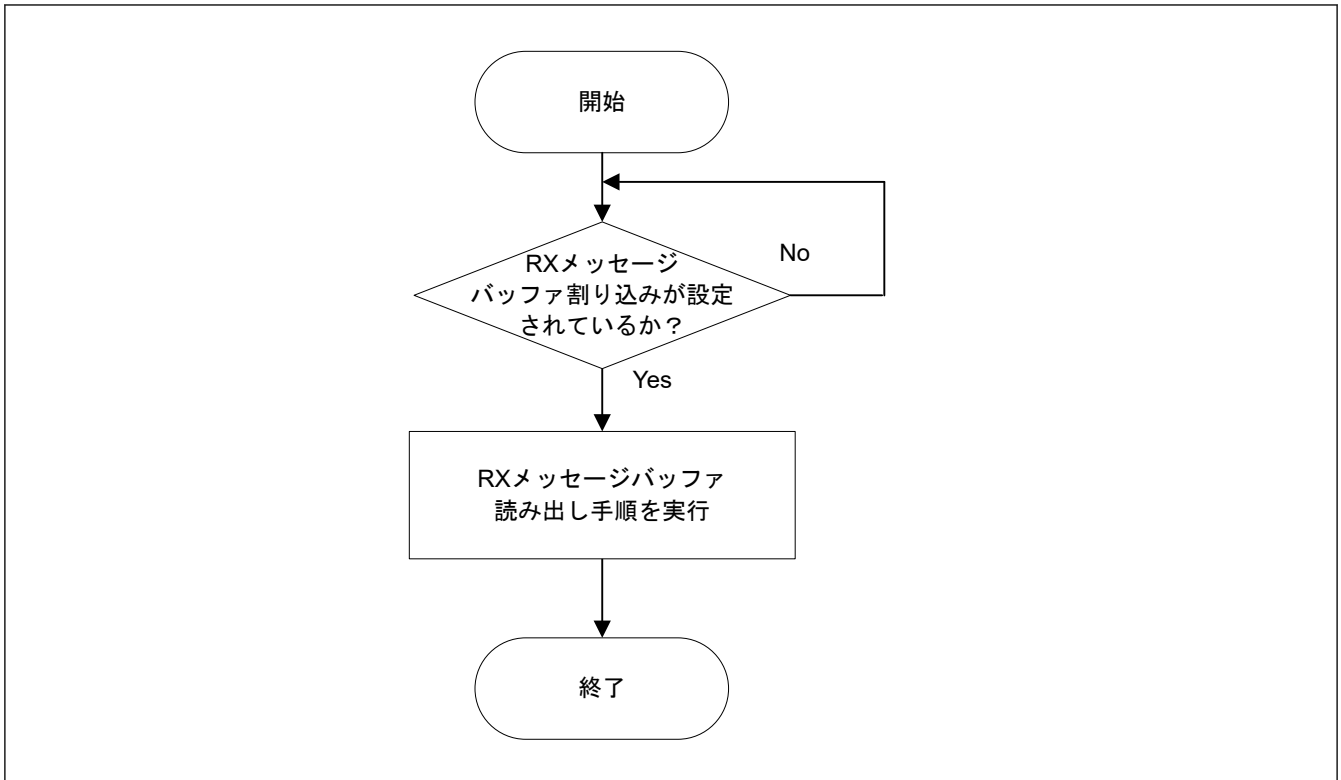

図 28.37 RXメッセージバッファのメッセージアクセスフロー (割り込み)
- 注. 割り込みを使用する場合も、既存のソフトウェア手順と同様の処理を行ってください。(図 28.37 を参照してください。)